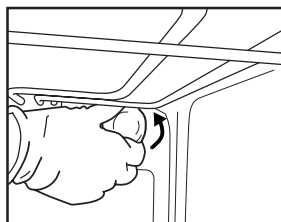

Fig. 4
2. Dévissez le capot de l'ampoule (Fig. 4), remplacez l'ampoule brûlée par une ampoule neuve (voir Remarque pour connaître le type), puis revissez le capot de l'ampoule.